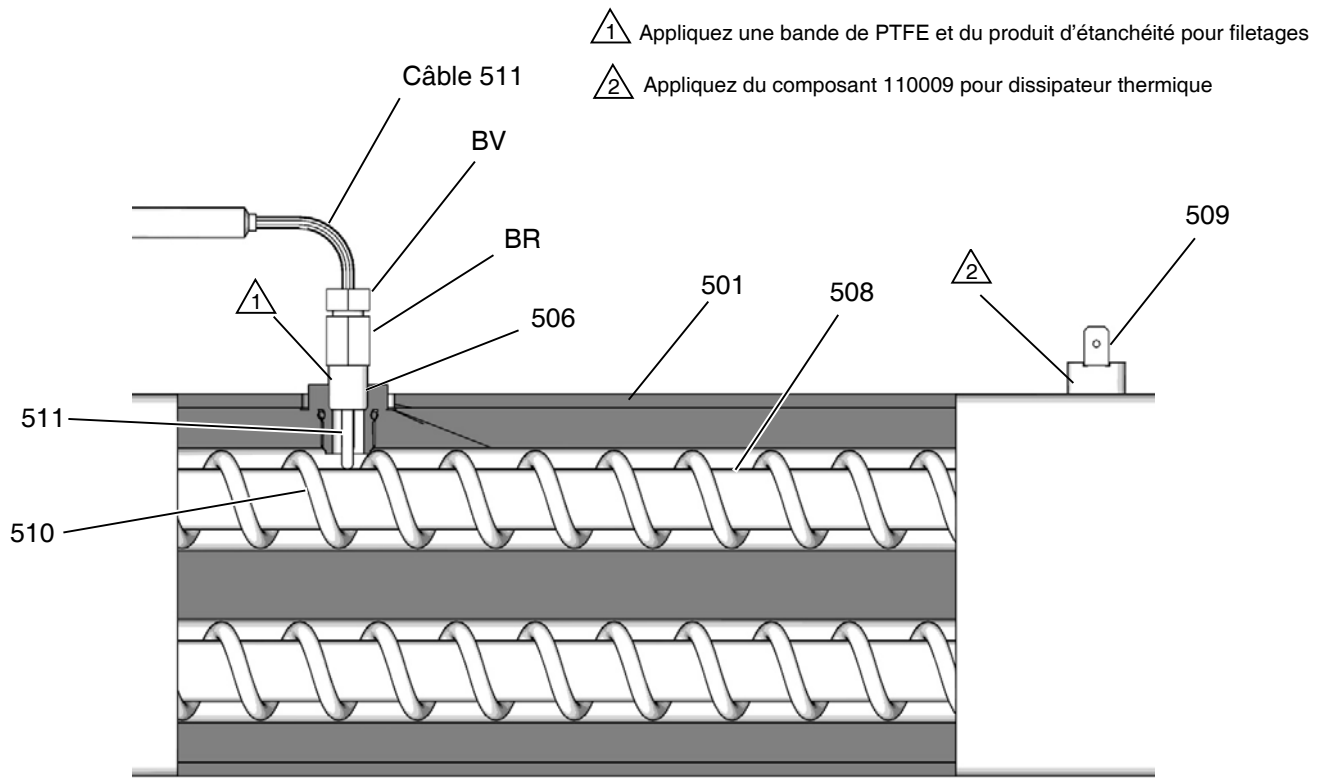

FIG. 69: Thermocouple
- Sortez les fils du thermocouple du coffret électrique (C). Noter le cheminement des fils car il faudra procéder de la même manière pour les remettre en place.
- Voir la FIG. 69, page 69. Desserrez l'écrou de la virole (BV). Retirer le thermocouple (511) du boîtier du réchauffeur (501), puis retirer le boîtier du thermocouple (BR). Ne pas retirer l'adaptateur du thermocouple (506) à moins de devoir aussi retirer le mélangeur (510). Si l'adaptateur doit être retiré, assurez-vous que le mélangeur (510) n'est pas sur le trajet pour remettre l'adaptateur en place.
- Remplacez le thermocouple. Voir la FIG. 69.
- Retirez le ruban de protection de la pointe du thermocouple (511).
- Appliquer un ruban PTFE et de la colle à filetage sur le filetage mâle, puis visser le boîtier du thermocouple (BR) sur l'adaptateur (506).
- Enfoncer le thermocouple (511) de sorte que la pointe soit en contact avec l'élément chauffant (508).
- Tout en maintenant le thermocouple (511) contre l'élément chauffant, visser manuellement l'écrou de la virole (BV) et le serrer ensuite de 1/4 de tour.
- Introduire les fils du thermocouple dans le boîtier électrique (C) et les raccorder au faisceau comme auparavant. Rebrancher les fils sur la carte.
- Mettez les chauffages A et B en marche simultanément à titre d'essai. Les températures doivent monter de façon égale. Si un réchauffeur affiche une température basse, desserrer l'écrou de virole (BV) et serrer le boîtier du thermocouple (BR) de sorte que la pointe du thermocouple (511) soit bien au contact de l'élément (508).